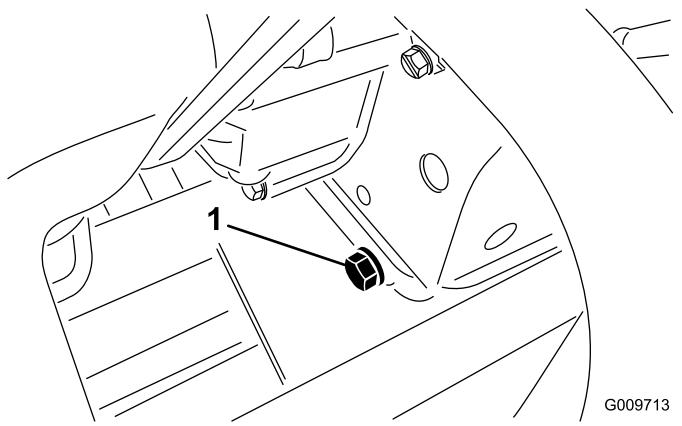

Рисунок 77
- Снимите пробку сливного отверстия (Рисунок 77) и дайте маслу стечь в сливной поддон.